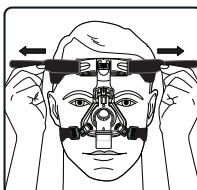
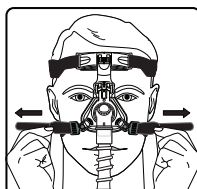

Figure 4
Figure 5
3. Réglez le harnais uniformément en utilisant les sangles supérieures (figure 4) et inférieures (figure 5). Le masque doit reposer confortablement contre le visage.